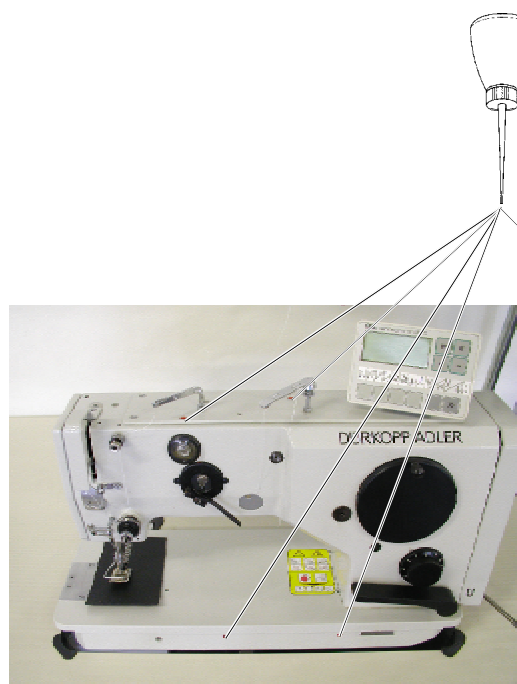

Fig. 12
Pour graisser la machine, utiliser l'huile Esso SP-NK 10 ou une autre huile de la même qualité (viscosité à 40° C: 10 mm²/s, point d'inflammation 150° C). Chaque jour, avant de commencer la couture, goutter l'huile dans les trous marqués sur la machine en couleur rouge (Fig. 12, 13). Contrôler surtout le niveau d'huile dans l'indicateur d'huile (1) pour graisser le crochet. Compléter l'huile par le trou (2) au-dessus de l'indicateur d'huile uniquement dans le cas où le niveau d'huile descend considérablement au-dessous du milieu de l'indicateur d'huile.